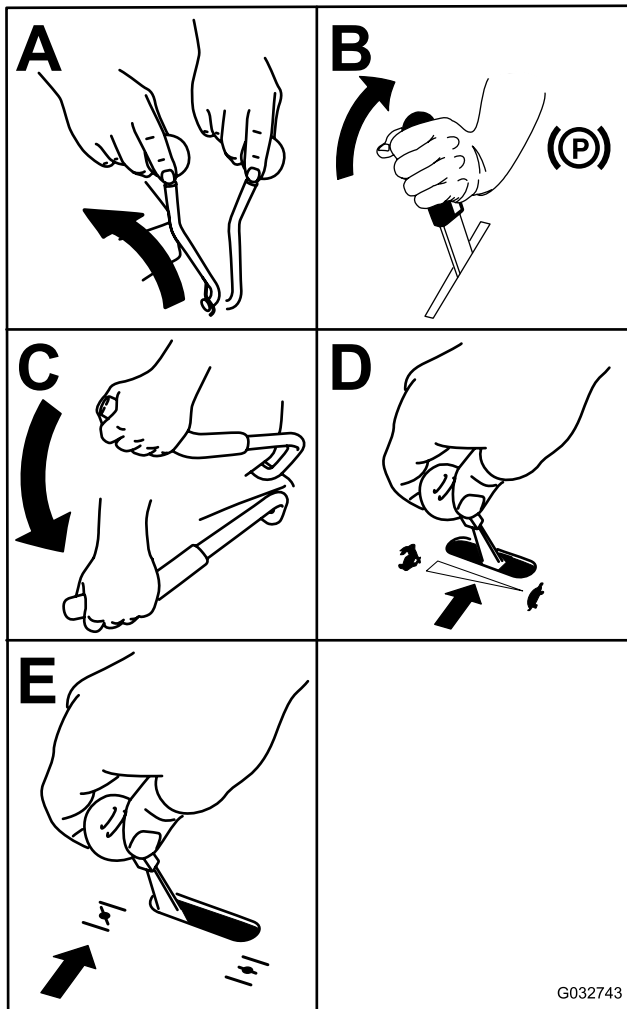

Bild 23
3. Stellen Sie den Zapfwelleneinkuppungshebel in die AUS-Stellung (Bild 23).
6. Drehen Sie den Schlüssel in die START-Stellung (Bild 23). Lassen Sie den Schlüssel los, wenn der Motor anspringt.